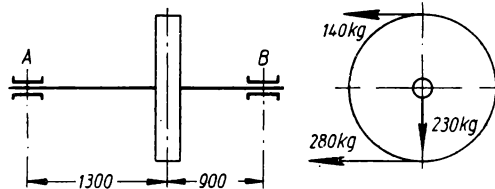

Bild 147
**281.** Eine Triebwerkswelle (Bild 147) trägt eine 230 kg schwere Riemenscheibe. Die waagrecht gerichteten RiemenSpannkkräfte sind 280 und 140 kg. Gesucht wird a) die an der Welle wirksame Mittelkraft der waagerechten und senkrechten Kräfte; b) die Belastungen der Wellenlager A und B.